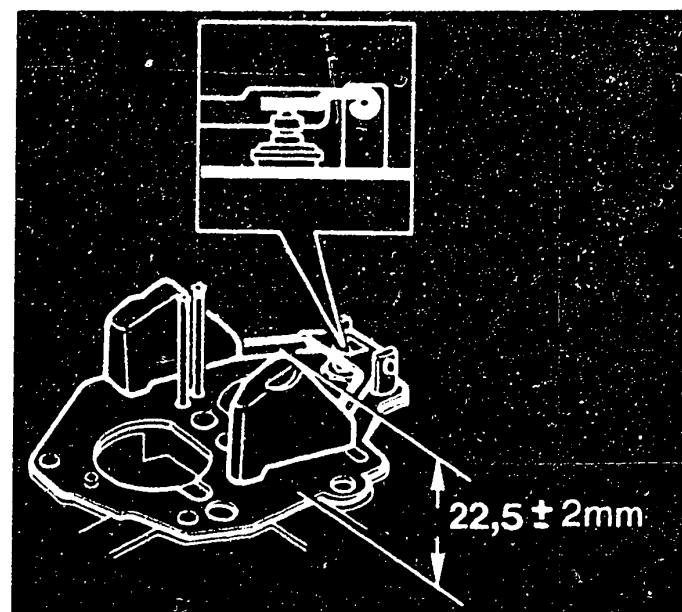

Bild 23 Vergaser Solex 34-34 CISAC: Prüfen und Einstellen des Schwimmerstandes. Eine Korrektur erfolgt an den Schwimmerhebeln.
a) Der **Schwimmerstand** beträgt $22,5 \pm 2\text{mm}$ (Bild 23) und wird bei verkehrt gehaltenem Vergaseroberteil samt Dichtung gemessen. Der Schwimmer soll auf dem Nadelventil aufliegen, ohne die Kugel einzudrücken. Beide Schwimmkörper müssen auf gleicher Höhe stehen.